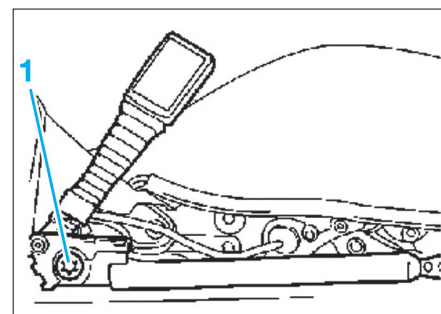

Fig. 15
- Déposer la vis (1) (Fig.15).